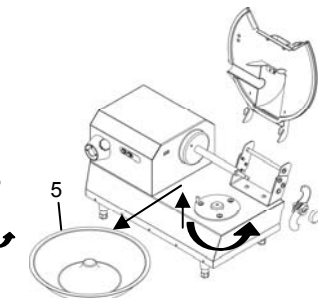

Рис. 6.3.7
- Повернуть против часовой стрелки ванну "5" Рис. 6.3.7 чтобы снять её из зацеплений.
- Она имеет гладкую легко очищаемую поверхность. Рис. 6.3.7.